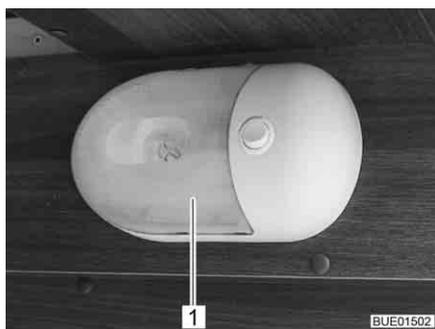

Fig. 249 Iluminação da garagem
- Comprima cuidadosamente a cobertura transparente (Fig. 249,1) de ambos os lados, puxe-a ligeiramente do interruptor e retire-a para a frente.